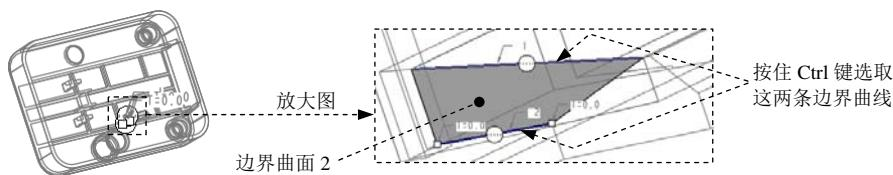

图 20.20 定义边界曲面 2
- (1) 按住 Ctrl 键，选取合并面组 2 和边界曲面 1。
- (2) 单击 **分型面** 操控板中 **编辑** ▾ 区域的 **合并** 按钮，此时系统弹出“合并”操控板。
- (3) 在操控板中单击 **选项** 按钮，在“选项”界面中选中 相交 单选项。
- (4) 在“合并”操控板中单击 **√** 按钮。
Step10. 创建图 20.20 所示的边界曲面 2。
- (1) 单击 **模型** 功能选项卡中的 **切口和曲面** ▾ 按钮，在系统弹出的菜单中依次单击 **曲面** ▾ → **边界混合**，系统弹出“边界混合”操控板。
- (2) 定义边界曲线。按住 Ctrl 键，依次选取图 20.20 所示的两条边界曲线。
- (3) 在操控板中单击 **√** 按钮，完成边界曲面 2 的创建。